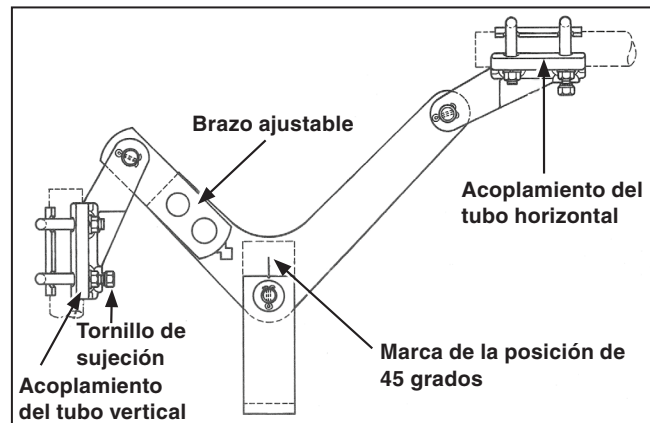

Figura 5. El grupo de la palanca angular.
**PASO 6.** Asegúrese de que la palanca angular se mantenga en la posición de 45 grados. La palanca angular y el rodamiento de la palanca angular tienen rebordes indicadores para facilitar la alineación. Ver Figura 5.
**PASO 8.** Instale las secciones del tubo horizontal conectando los polos del interruptor y el ensamble de la palanca angular. Ver Figura 5 en la página 10. Siga las instrucciones en la sección “Instalar los Coples del Tubo con los Tornillos Perforantes de Sujeción”.
**PASO 9.** Asegúrese de que la palanca angular se mantenga en la posición de 45 grados. La palanca angular y el rodamiento de la palanca angular tienen rebordes indicadores para facilitar esta alineación. Ver Figura 5 en la página 10.